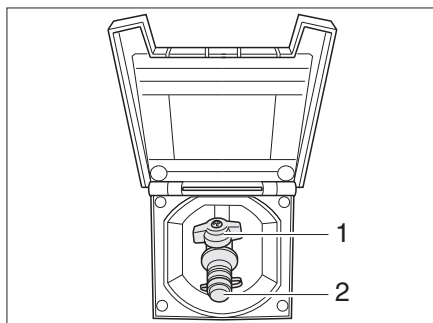

Bild 84 Extern gasanslutning, gasavstängningsventilen stängd
Den externa gasanslutningen (Bild 84) befinner sig, beroende på modell, på fordonets bakdel eller på fordonets vänstra resp. högra sida.
- Anslut den externa gasapparaten till anslutningar (Bild 84,2).
- Öppna gasavstängningsventilen (Bild 84,1).